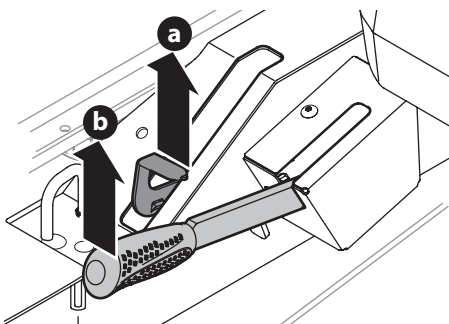

Figure 2
2. Enclenchez les soupapes de dérivation de la transmission en tirant le levier de dérivation (a) vers l'extérieur, puis vers le haut et jusqu'en arrière (Figure 2).
4. Pour débloquer le levier de dérivation (a), poussez le levier vers l'avant (Figure 2).
5. Pour serrer le frein de stationnement, tirez complètement le levier du frein de stationnement vers l'arrière (b) (Figure 2).